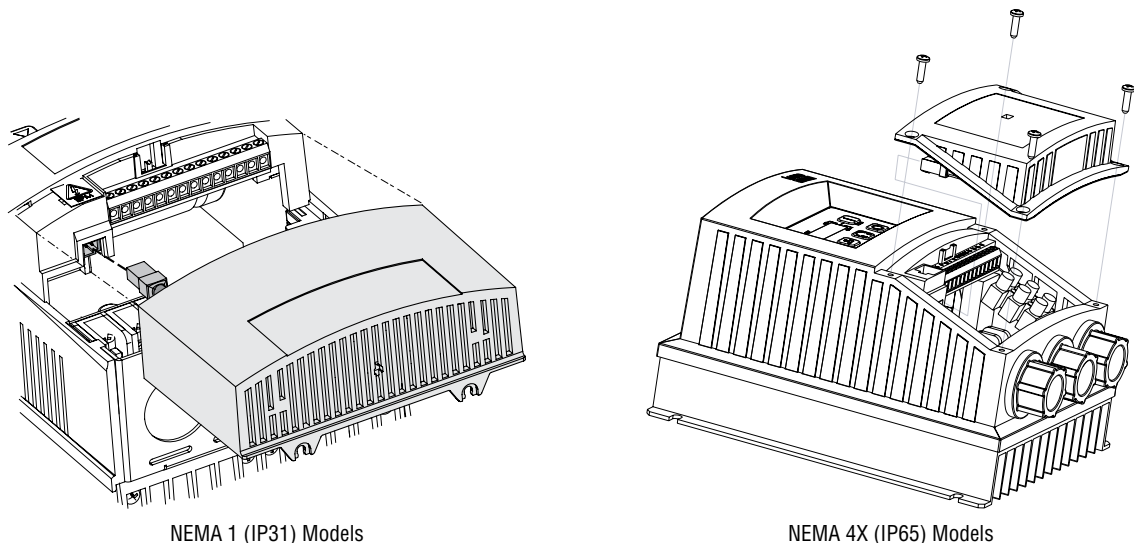

Figura 3: Rimontaggio del coperchio della morsettieria
4. Riallineare il coperchio alla morsettieria per il rimontaggio, collegare il connettore ombelicale del modulo all'azionamento, chiudere il coperchio e fissarlo saldamente come illustrato nella Figura 3.